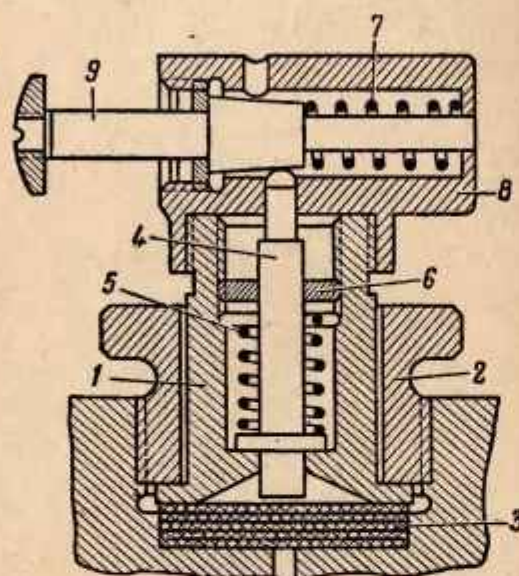

Рис. 10. Указатель минимального давления:
9. Указатель минимального давления (рис. 10) служит для предупреждения о падении давления в кислородном баллоне до 20—30 ат. Он помещается в тройнике трубки высокого давления.